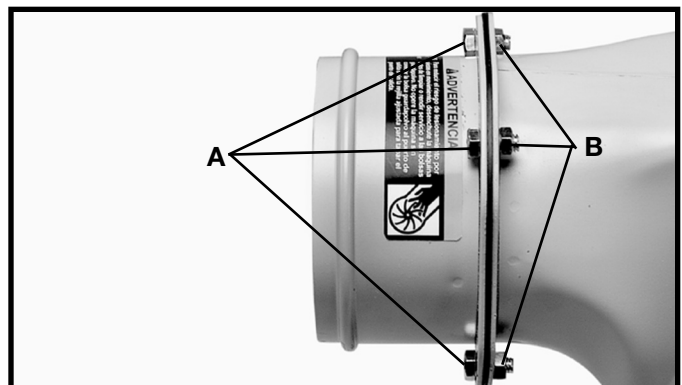

Fig. 6
2. Introduzca un perno de cabeza hexagonal de 5/16-18x5/8" a través de la brida de la salida, la empaquetadura de la brida de la salida y la unidad de la base, de la manera que se muestra en la Fig. 6.
3. Enrosque una tuerca hexagonal de 5/16" (B) en el perno de cabeza hexagonal de 5/16-18x5/8" (A), Fig. 6, y apriétela firmemente.